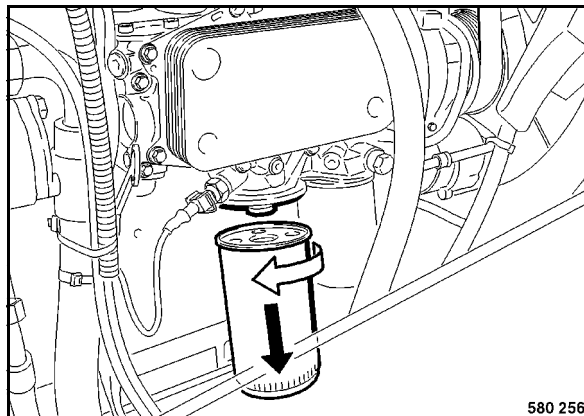

Fig. 103
- Limpiar a fondo la parte exterior de ambos cartuchos filtrantes (Fig. 103).